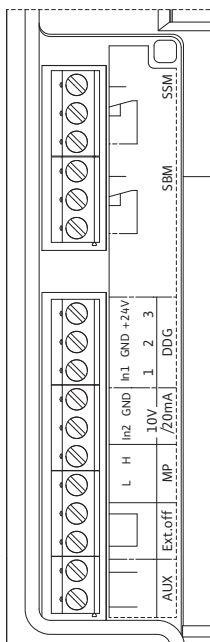

Fig. 26: Bornes de commande
- Bornes de commande (fig. 26)